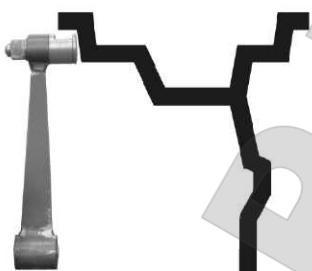

Рис. 16.2
16.3.5. Выдвиньте штангу установки геометрических параметров и подведите её палец к внутренней поверхности закраины обода в место установки грузов, рис. 16.2. и нажать кнопку "C". На индикаторах 4 отобразится величина параметра "d21".